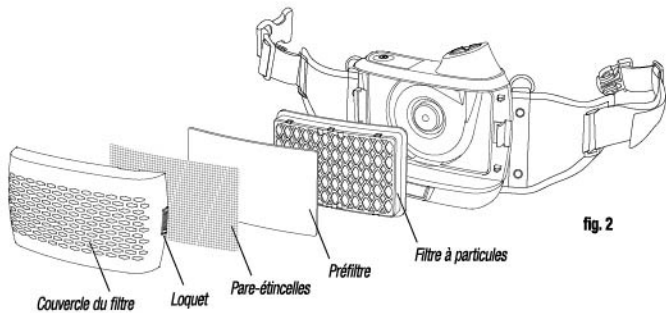

fig. 2
- Installez le filtre à particules conformément à la fig. 2.